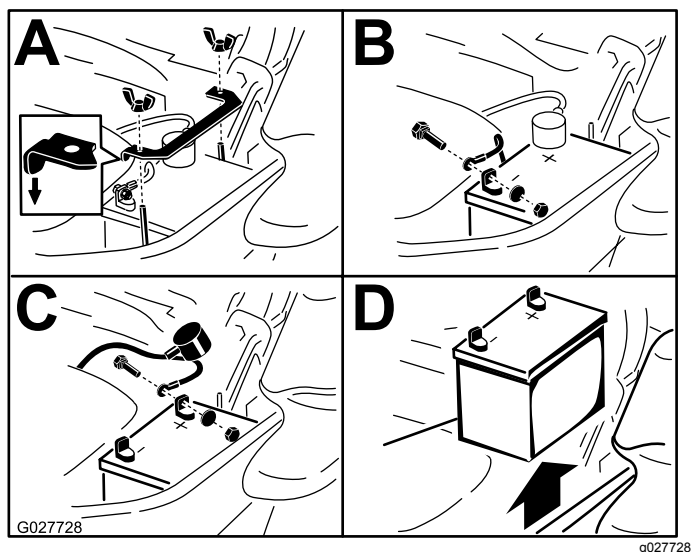

Figure 63
3. Retirez la batterie, comme montré à la Figure 63.
Remarque: Placez la batterie dans son support en tournant les bornes à l'opposé du réservoir hydraulique (Figure 63).